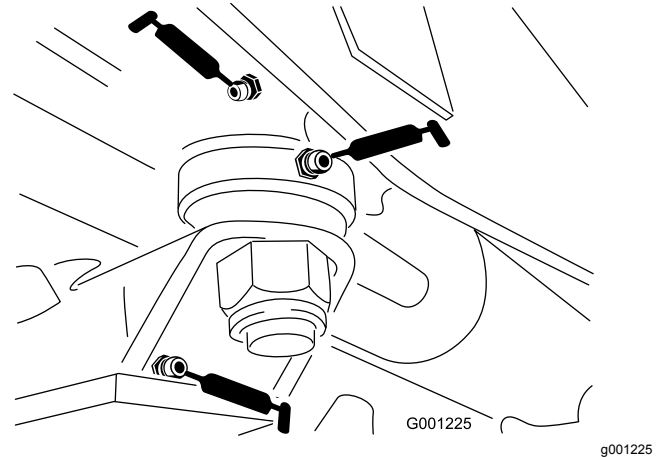

Figura 39
- Casquillos de la placa de dirección (Figura 39)
- Casquillo del pasador del eje (Figura 39)